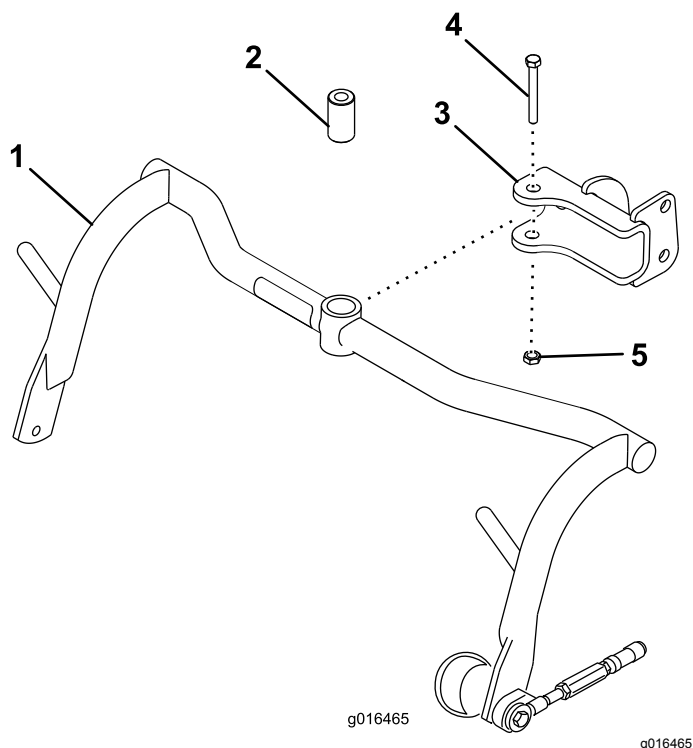

図 8
1. 各クレビスにキャリアフレームを取りつけるスペーサ、ボルト $\frac{1}{2}$  x  $3\frac{1}{4}$  インチ、ロックナット $\frac{1}{2}$  インチを使用する 図 8。91113N・m9.311.3kg.m = 6783ft-lbにトルク締めする。